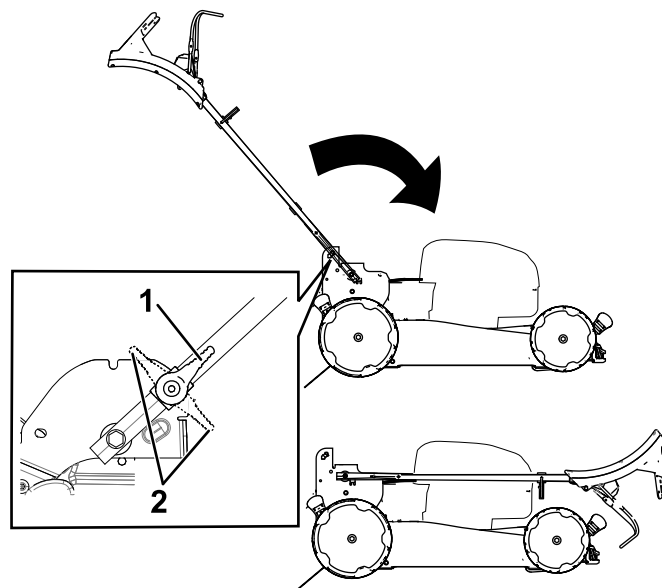

Figura 19
3. Disinnestate i fermi delle stegole (Figura 19).
4. Piegate la maniglia completamente in avanti (Figura 19).